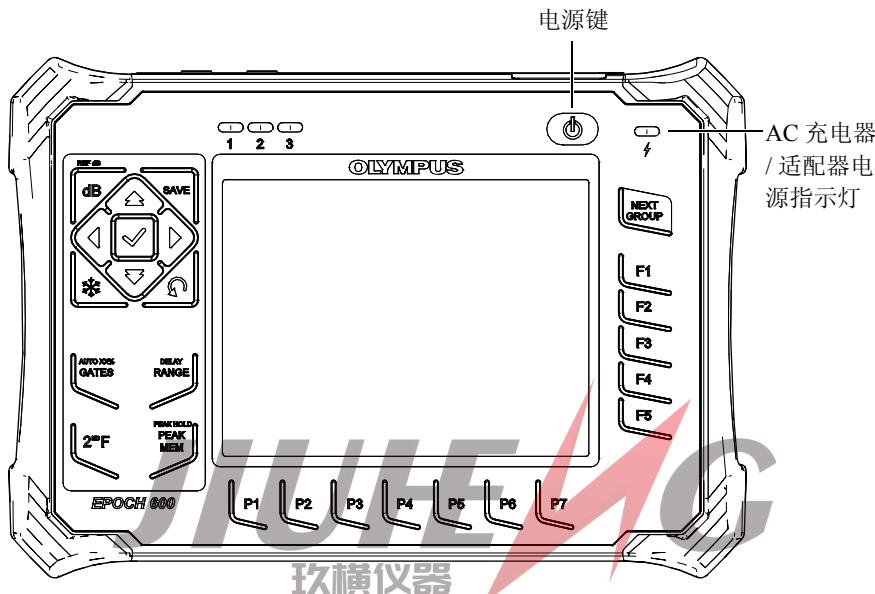

图 4-1 EPOCH 600 仪器的电源键及其指示灯的位置
第 74 页的图 4-1 表明了电源键和 AC 充电器 / 适配器的电源指示灯的位置。
4. 按前面板上的电源键，打开 EPOCH 600 仪器 (参见第 74 页的图 4-1)。
前面板上的电源指示灯激活 (参见第 74 页的图 4-1)。